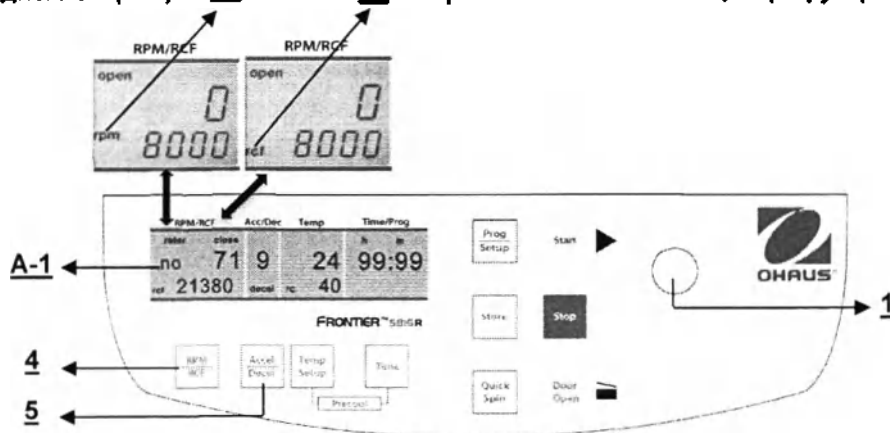

Рис. 16
Данная настройка выполняется с помощью кнопки «RPM | RCF» (4) (см. рис. 16 ниже). При однократном нажатии кнопки на дисплее начинает мигать надпись «rpm» (M5). При двукратном нажатии можно выполнить настройку величины фактора разделения. При этом на дисплее начинает мигать надпись «rcf» (M6). Выбранные величины можно задать с помощью кнопки регулировки (1). Заданная величина отображается на дисплее (A-1) M5, но — M6, время и по окончании центрифугирования.